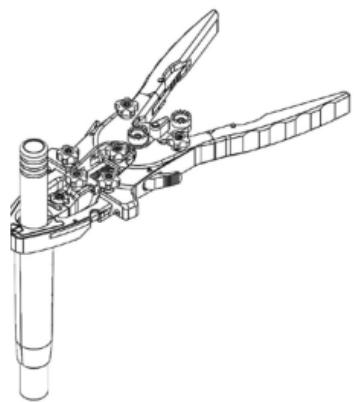

Abbildung 8
- Schieben Sie die Retraktorklingen um das **schwarze Einführbesteck** (ML-0518), schieben Sie dann den Retraktor auf den **18-mm-Dilatator** (Abbildung 8). Das Einführbesteck hilft dabei, den Retraktor nahtlos über den **18-mm-Dilatator** zu positionieren. Sobald die Klingen über dem **18-mm-Dilatator** eingerastet sind, kann das **schwarze Einführbesteck** entfernt werden.